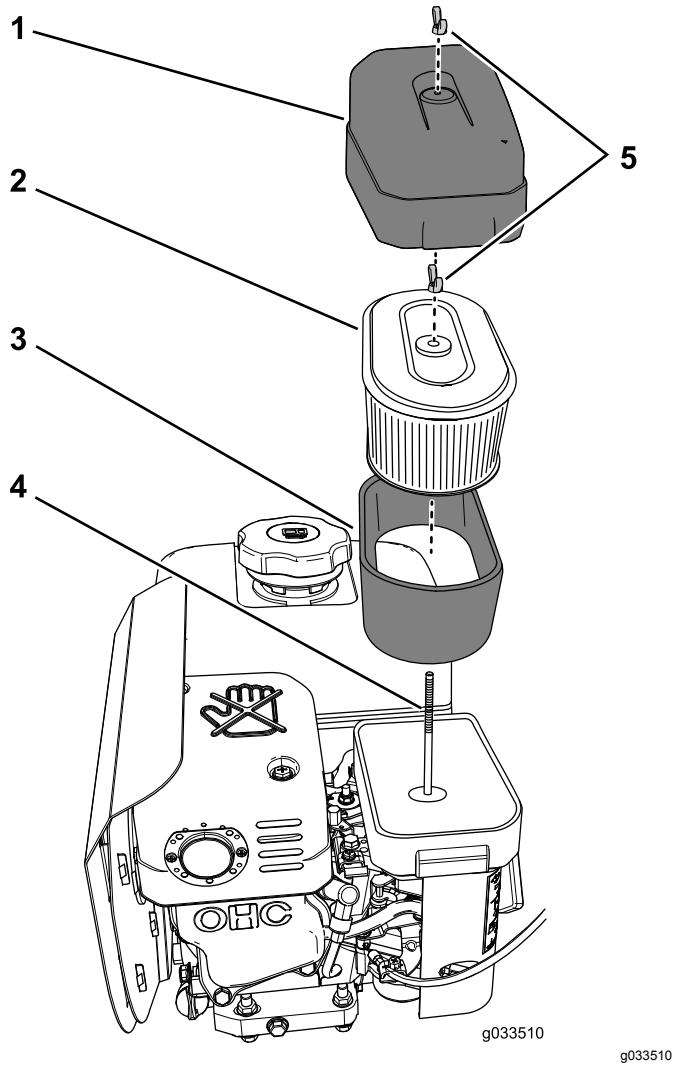

Bild 11
2. Reinigen Sie den Bereich um den Luftfilter herum, um zu verhindern, dass Schmutz in den Motor fällt und Schäden verursacht (Bild 11).
3. Entfernen Sie die Flügelmutter, mit der die Luftfilterabdeckung befestigt ist, und nehmen Sie die Luftfilterabdeckung ab (Bild 11).
4. Drehen Sie die Flügelmutter, mit der der Papierluftfiltereinsatz und der Schaumstoffeinsatz befestigt ist, gegen den Uhrzeigersinn und entfernen Sie die Filtereinsätze von der Niederhalterstange (Bild 11).
5. Ziehen Sie den Schaumstoffeinsatz vorsichtig vom Papiereinsatz (Bild 11).
1. Untersuchen Sie den Einsatz auf Risse, einen ölichen Film und Schäden (Bild 11).
1. Schieben Sie den Schaumstoffeinsatz vorsichtig auf den Papierluftfiltereinsatz (Bild 11).
2. Das Loch in der oberen Platte des Papierluftfiltereinsatzes mit der Niederhalterstange des Vergasers ausrichten (Bild 11).
3. Befestigen Sie die Filtereinsätze am Vergaser mit der Flügelmutter (Bild 11), die Sie im Schritt 4 von Entfernen der Schaumstoff- und Papiereinsätze \(Seite 11\) entfernt haben.
4. Richten Sie das Loch in der Luftfilterabdeckung mit der Niederhalterstange aus (Bild 11) und befestigen Sie die Luftfilterabdeckung an der Niederhalterstange mit der Flügelmutter, die Sie im Schritt 3 von Entfernen der Schaumstoff- und Papiereinsätze \(Seite 11\) entfernt haben.